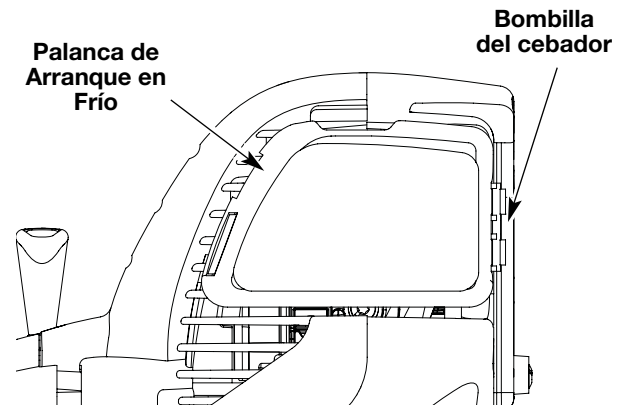

Fig. 10
- Coloque el pico del recipiente de gasolina en el orificio de llenado del tanque de gasolina (Fig. 10) y llene el tanque.
3. Oprima completamente el cebador y suéltelo 10 veces. Hágalo lentamente. Se deberá ver un poco de **combustible en el cebador** y en las tuberías de alimentación de combustible (Fig. 10). Si no puede ver el combustible en el cebador, oprímalo y suéltelo tantas veces como sea necesario hasta que vea combustible en el mismo.